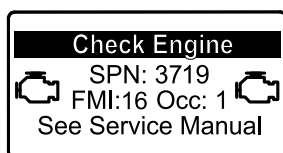

図 31
- 駐車再生が必要になると、インフォセンターにエンジン警告 SPN 3719, FMI 16 図 31 が表示され、エンジン出力が 85% にダウンします。